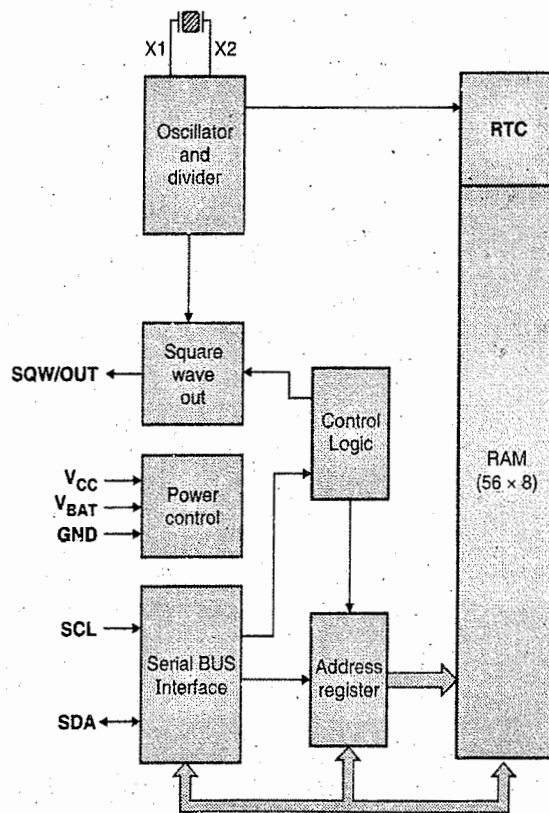

Fig 14.4.1 : Block diagram of DS1307 RTC
- Fig 14.4.1 shows the block diagram of DS1307 RTC. On the I2C bus the RTC behaves like a slave device.